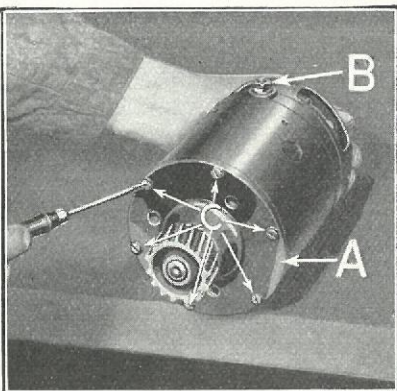

Fig. 483
- 943** Indsæt Ankeret i Dynamohuset, men sørg for, at Magnetkabelskoene lægges saa langt ud som muligt, saa at de ikke kommer i Forbindelse med Ankeret, samt at den flade Side af forreste Bundstykke (Fig. 483-A) kommer til at sidde tilhøjre for Dynamokabelskruen »B« og ubetydeligt under Midterlinien, naar man staar med Front mod Dynamorevet.
- 944** Spænd de seks med Fjederskiverne »C« sikrede Skruer, som holder forreste Bundstykke til Dynamohuset (Fig. 483).